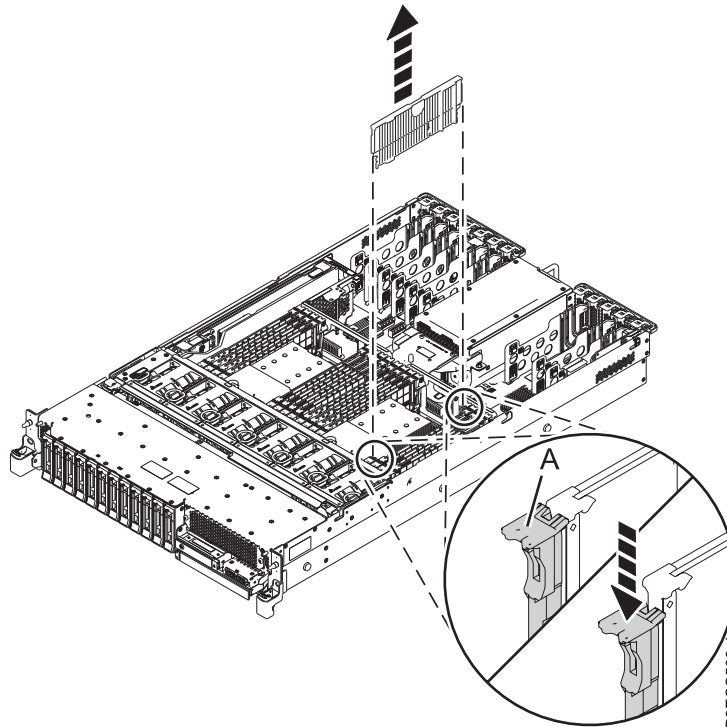

図 2. 5148-21L、5148-22L、8247-21L、8247-22L、8284-21A、または 8284-22A システムでのメモリー・モジュール・スロットからのメモリー・モジュール・フィラーの取り外し
- a. スロット内でメモリー・モジュール・フィラーをそのコネクタからアンロックするには、固定タブ (A) を、示されている方向に押し込みます。6 ページの図 2 このタブ操作で、メモリー・モジュール・フィラーがコネクタの外に押し出されます。